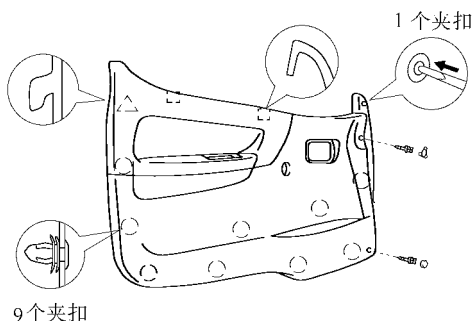

图 17-29 拆下车门装饰板
(4) 拆下车门装饰板。使用胶带包住螺钉旋具头部拆下两个螺钉帽、夹扣和两个螺钉，然后将螺钉旋具插入车门板和车门装饰板之间向上撬起并滑出，如图 17-29 所示。